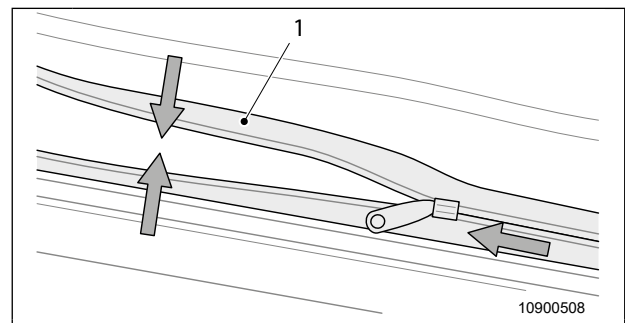

Fig. 41 Cremallera
Al cerrar las cremalleras, prestar atención a que no estén bajo tensión (Fig. 41, pos. 1). Para ello, tirar el fuelle de tela en la dirección de la cremallera.